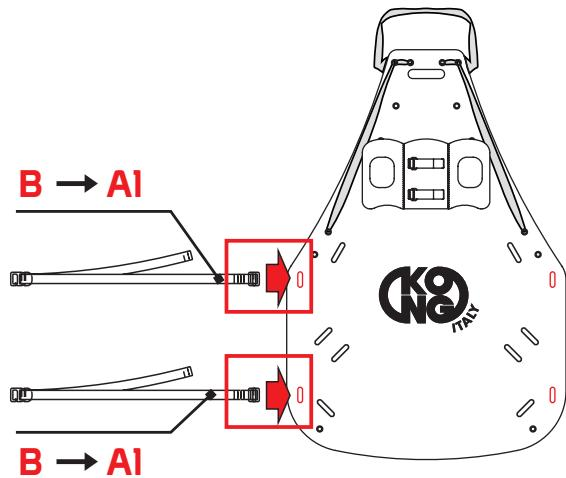

Fig.9
- b) introduzca las cintas (B) en las ranuras A1 de la superficie de apoyo (fig. 9),